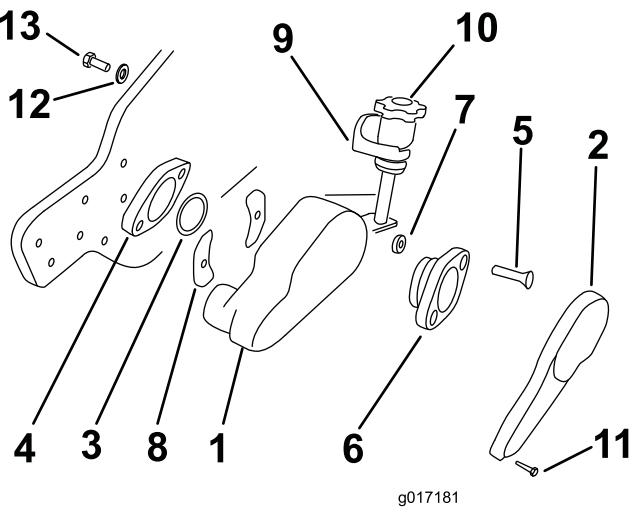

**Рисунок 3**
5. Удалите два колпачковых винта и контргайки крепления торцевой крышки к левому корпусу подшипника барабана и боковой пластине машины. Снимите и сохраните торцевую крышку и монтажные винты для использования в случае, если механическая щетка будет впоследствии снята (Рисунок 3).
6. Используя стандартный ключ на 7/8, ослабьте винты натяжения пружины на правом и левом устройствах регулировки неподвижного ножа (Рисунок 3). Ослабьте винты настолько, чтобы упорные шайбы уже не прижимались к неподвижному ножу.
7. Ослабьте два колпачковых винта с шайбами, с помощью которых левая рама устройства регулировки неподвижного ножа присоединяется к боковой пластине (Рисунок 3).